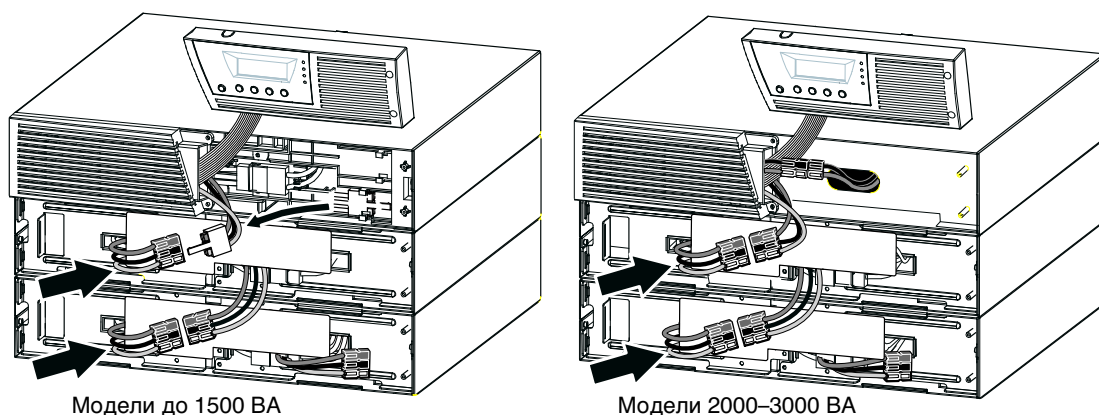

Рисунок 13. Типичная ЕВМ установка
- Вставьте кабель(и) ЕВМ в разъем(ы) батарей, как показано на Рисунок 13. К ИБП может быть подключено до четырех ЕВМ.